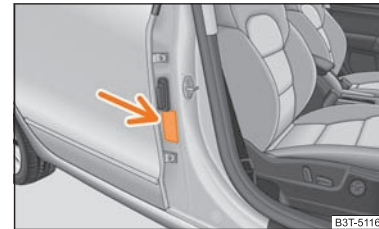

Fig. 162 Adhesivo en el montante central de la carrocería, lado del acompañante
- Este hecho lo indica también el adhesivo que se encuentra en el montante central de la carrocería del lado del acompañante ⇒ fig. 162. El adhesivo es visible al abrir la puerta del acompañante. Para algunos países se pega el adhesivo también en la visera parasol del acompañante.